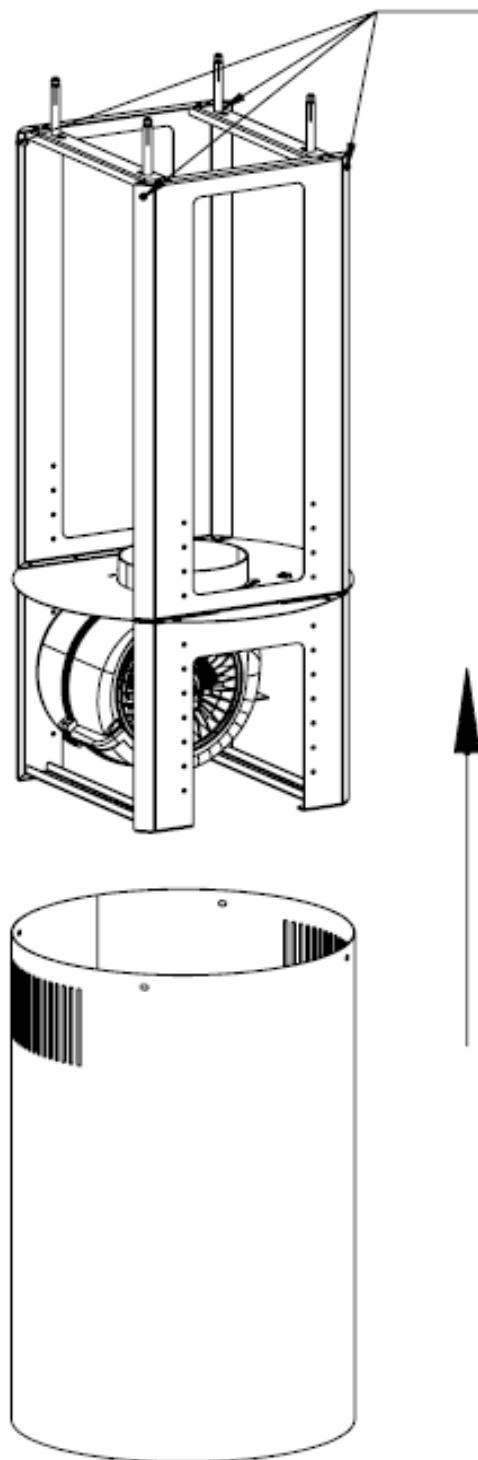

Рис. 3
2. На подготовленный, указанным способом, каркас с турбиной вставьте верхнюю трубу и прикрутите к каркасу винтами M4x10 из нержавеющей стали (4 шт.) (рис. 3).